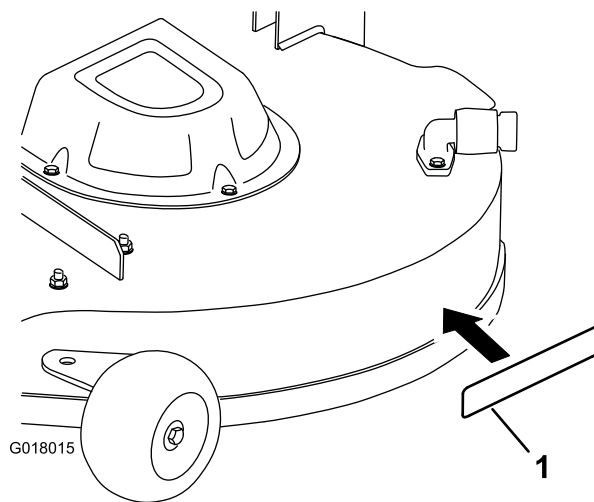

Figure 5
14. Collez l'autocollant à l'emplacement indiqué à la Figure 5.
- Ôtez la pellicule de protection au dos de l'autocollant, puis placez l'autocollant à l'endroit prévu (Figure 5).